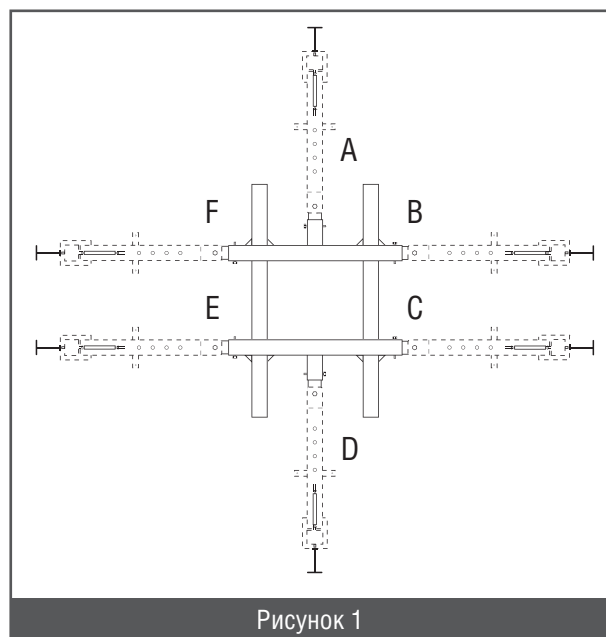

Рисунок 1
- Для крепления силовых устройств на раме стенда предусмотрены места А, В, С, D, E и F. В каждом из них 10 положений силового устройства, что позволяет направлять усилие вытяжки во все направления вокруг автомобиля (рисунок 1).